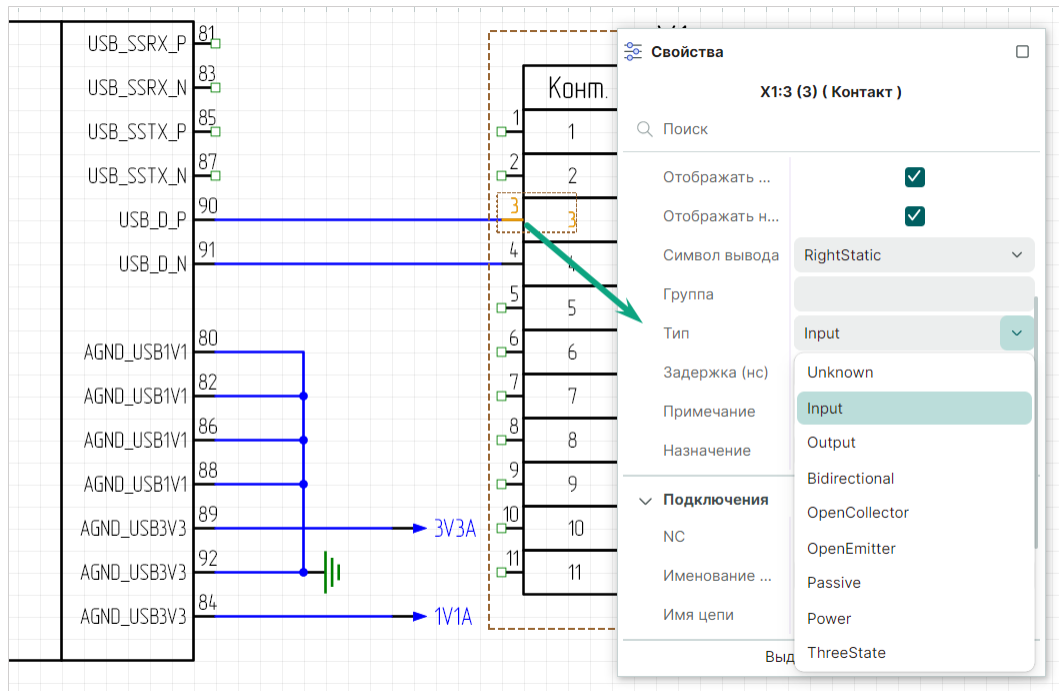

Рис. 140 Определение типа контакта элемента дифференциальной цепи
4. В окне «Свойства» → «Вывод» → «Тип» выберите тип контакта Input, см. Рис. 140.